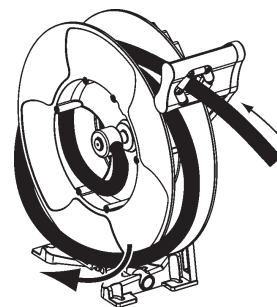

FIG 12.
2. För tillbaka en del av slangens genom slangstyrningen och ta sedan bort en ögla på rullen (Fig. 12).